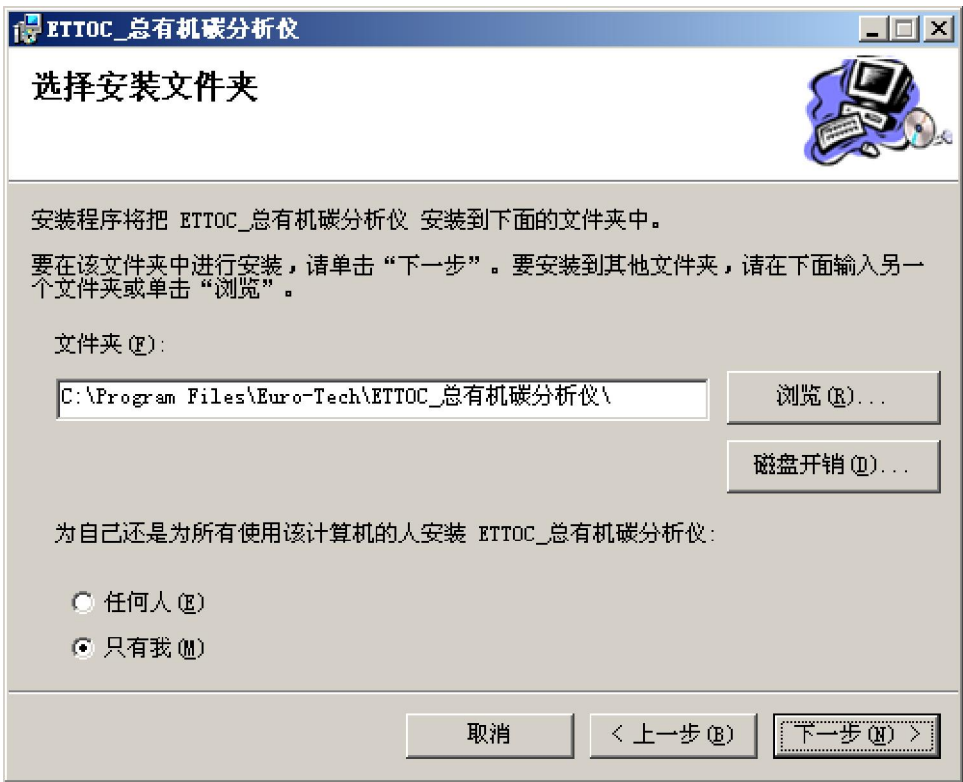

图 4.2 选择安装路径
4.双击后进入安装向导，点击【下一步】选择安装路径（图 4.2）。